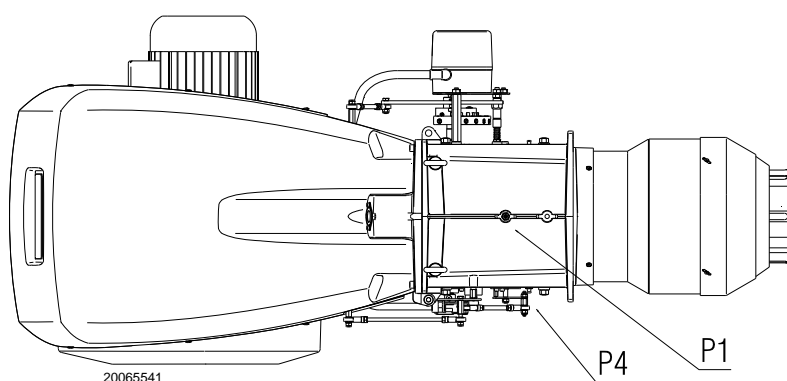

图 23
测试点 P1) (图 23) 处测得的燃气压力，此时：
- 用测试点 P1) (图 23) 测得的燃气压力减去炉膛压力。
测试点 P1) (图 23) 处燃气压力 = 25.6 mbar
计算测试点 P1) (图 23) 处所需燃气压力，将燃烧器以最大出力运行：
- 读出右边栏 1 所示测试点 P1) (图 23) 处压力。
测试点 P1) (图 23) 处压力。